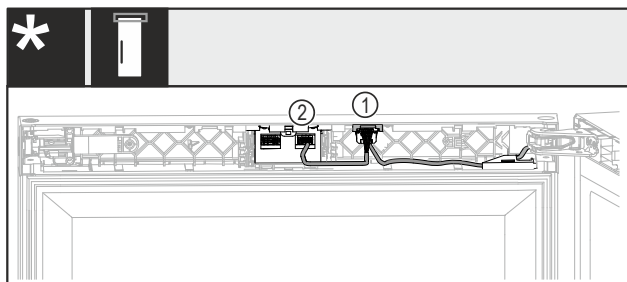

Fig. 46 Bez brave ili s mehaničkom bravom*
- Ugurajte utikač s oba kabela Fig. 46 (1) u vodilicu.*
- Uglavite utikač s jednim kablom Fig. 46 (2) u desno gnijezdo.*